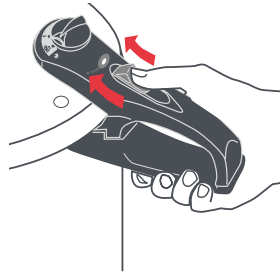

Fig. 9
Para fechar a panela, coloque a tampa (1) conforme se indica na secção anterior “Tampa (1)”; rode a pega da tampa (5) no sentido dos ponteiros do relógio até escutar um “clique”. Nesse momento, o botão de abertura/fecho automático (4) retrocede e a panela estará corretamente fechada. Para a abrir, certifique-se de que o sensor de pressão (2) desceu, deslize o botão de abertura/fecho automático (4) para a frente (Fig. 9) e rode a pega da tampa (5) no sentido contrário ao dos ponteiros do relógio.